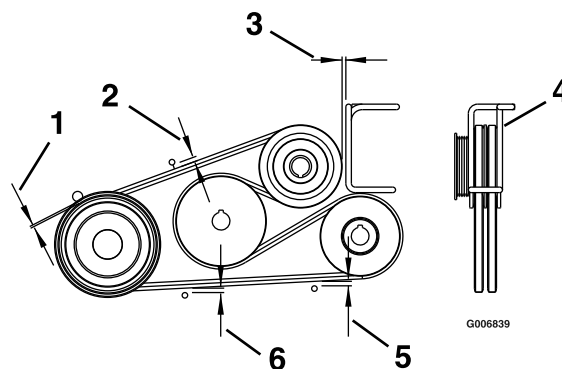

Figure 53
4. Réglez les guides de courroie comme montré à la Figure 53.